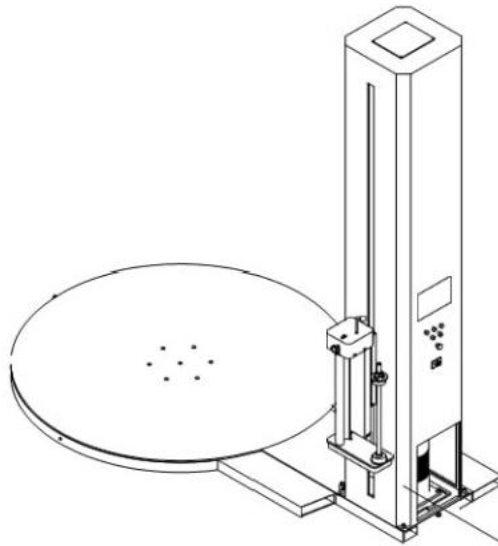

图2-12
- 4). 如图2-12所示：将薄膜升降体扣在立柱相应的位置上并用4颗M8 的螺丝拧紧。